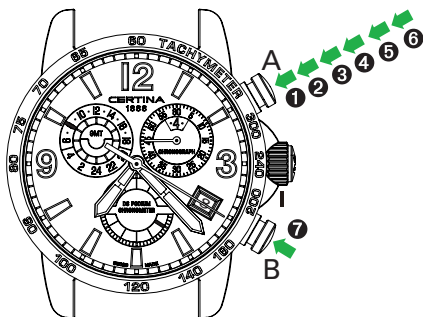

Fig. 2
**Leitura do tempo 2 (exemplo da fig. 2)**